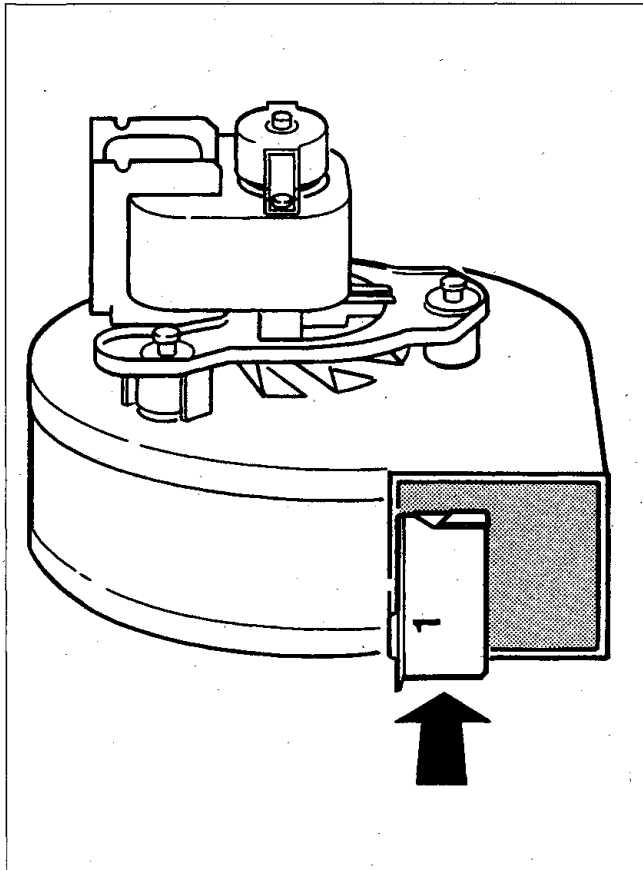

Bild 73
- entsprechendes Staublech am Ausblasstutzen des Abgasventilators (226) eindrücken (Bild 73).